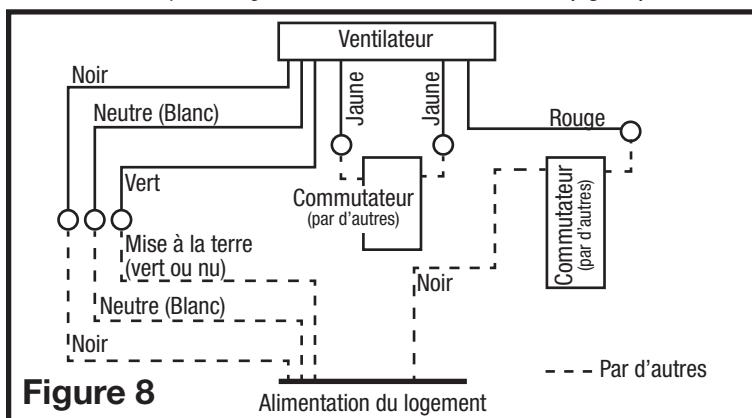

Figure 8
2. **Ventilation continue:** Pour les ventilateurs à deux vitesses, raccordés pour une ventilation continue. Connectez le fil blanc du ventilateur au fil blanc (neutre) de la source d'alimentation. Connectez le fil de terre de la maison au fil vert du boîtier du ventilateur. Connectez le fil noir du ventilateur au fil noir (chaud) de la source d'alimentation. Utilisez un interrupteur standard, correctement mis à terre (non inclus) pour relier le fil noir de la source d'alimentation à de l'interrupteur. Connectez le fil rouge (lumière) du boîtier du ventilateur à l'autre côté de l'interrupteur. Connectez le deuxième fil jaune du ventilateur au côté de sortie du commutateur. Fermer l'interrupteur changera la vitesse de normale à haute vitesse (**Figure 8**).